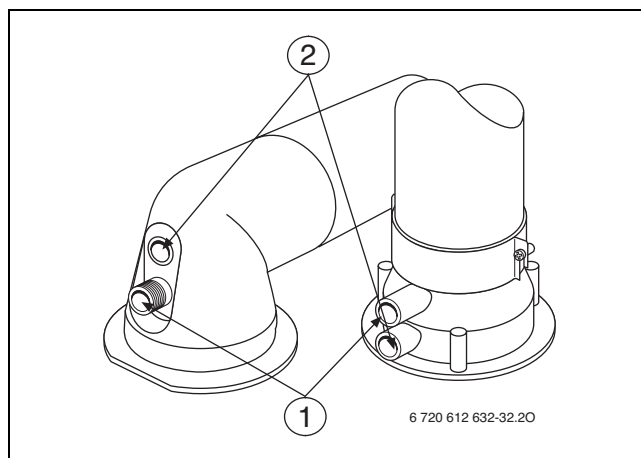

Fig. 64
- Îndepărtați dopurile de închidere de la tubulatura de măsurare a aerului de ardere (2) (→ Fig. 64).
- Îndepărtați dopurile de închidere de la tubulatura de măsurare a gazului ars (1) (→ Fig. 64).